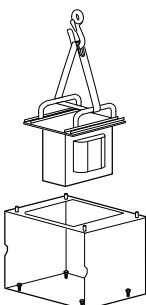

图 3
- 1 拆卸直流电抗器或互感器元件（图 2）以便随后安装，并通过起重机将电抗器或互感器取出（图 3）。
- 2 将固定螺钉从托台上的电抗器或互感器支撑座上取下（图 3）。